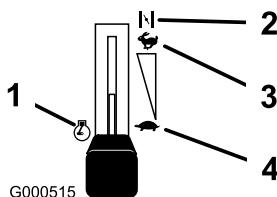

Figure 11
3. Placez la manette d'accélérateur en position Starter pour démarrer à froid (Figure 11).
5. Lorsque le moteur a démarré, amenez progressivement la manette d'accélérateur en position Haut régime (Figure 11). Si le moteur cale ou hésite, ramenez la manette d'accélérateur en position Starter pendant quelques secondes. Réglez ensuite la manette d'accélérateur à la position voulue. Répétez l'opération si nécessaire.
1. Placez la manette d'accélérateur en position Haut régime (Figure 11).